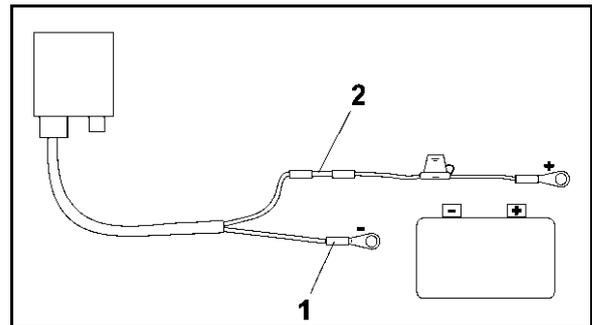

Fig. 4
4. Sett inn den blå kabellederen (jord) i den løse ringtungen (Fig. 4/1).
6. Sett inn den brune kabellederen (+ 12 volt) i en ledig ende av buttskjøten (Fig. 4/2)
8. Krymp buttskjøten (Fig. 4/2) med en varmekilde (sigaretttenner eller hårføner) inntil limet kommer ut